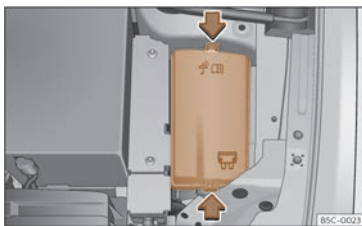

Fig. 211 Al compartiment del motor: tapa de la caixa de fusibles.
- Premeu les pestanyes de bloqueig per desbloquejar la tapa de la caixa de fusibles >>> **fig. 211.**